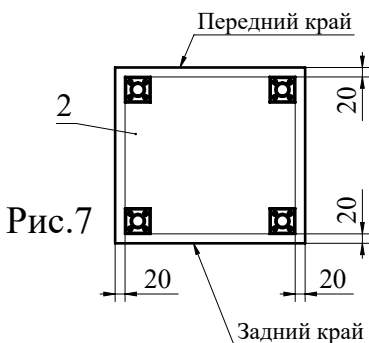

Рис.7
8. Прикрутите при помощи шурупов 3,5x16 опоры к детали 2 (Рис. 7).